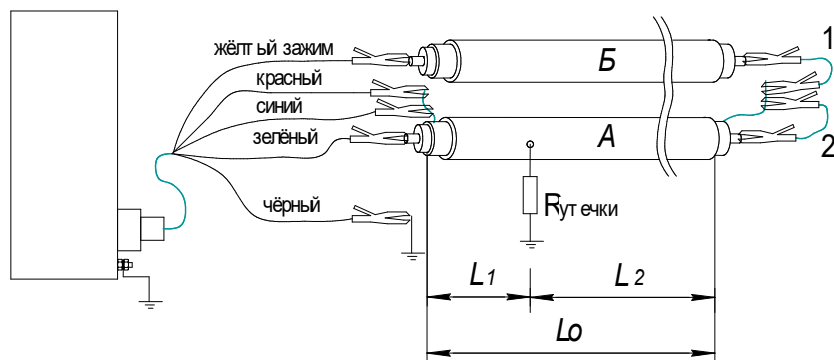

Рис.4 Схема присоединения измерительного кабеля
7.4.3 На дальнем конце кабеля центральная жила, оплетка экрана должны быть рассоединены и изолированы от металлоконструкций («висеть в воздухе»), если после предыдущего режима определения расстояния до места повреждения остались соединения по рис.4, то можно оставить и использовать их и в этом режиме. при этом в данном месте не должно быть посторонних лиц, т.к. на концах кабеля может быть напряжение до 10 кВ.
7.3.2. На дальнем конце кабеля выполнить соединения в соответствии с рис.4, при этом в данном месте не должно быть посторонних лиц, т.к. на концах кабеля может быть напряжение до 10 кВ. На ближнем конце подсоединить пятипроводный измерительный кабель из комплекта принадлежностей по рис.4.